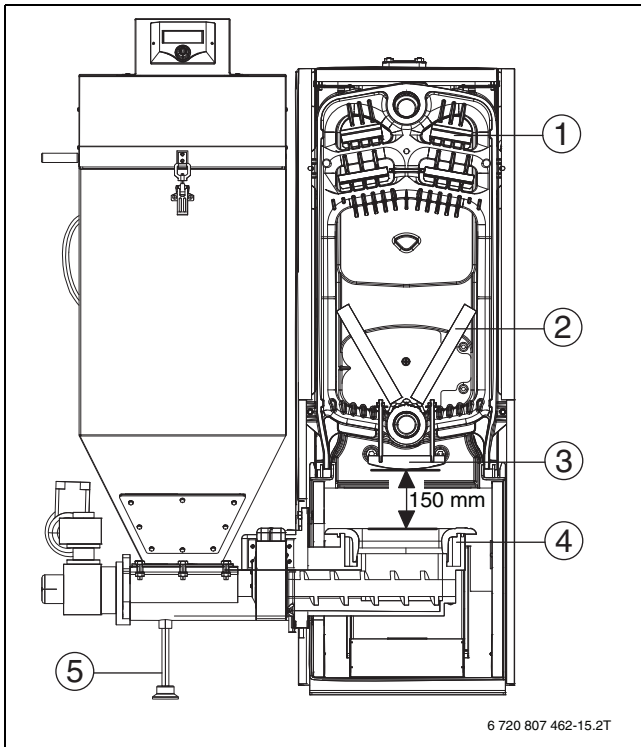

Рис. 11 Котёл в разрезе
- ▶ Положите резиновый буфер под опору узла горелки (→ рис. 11, [5]) и отрегулируйте опору.
- ▶ Установите катализатор (→ рис. 11, [3]) над решёткой горелки (→ рис. 11, [4]). Расстояние от уровня горелки до нижнего края катализатора должно составлять 150 мм.
- ▶ Проверьте установку турбуляторов (→ рис. 11, [1]) и керамических камней (→ рис. 11, [2]) в котле.